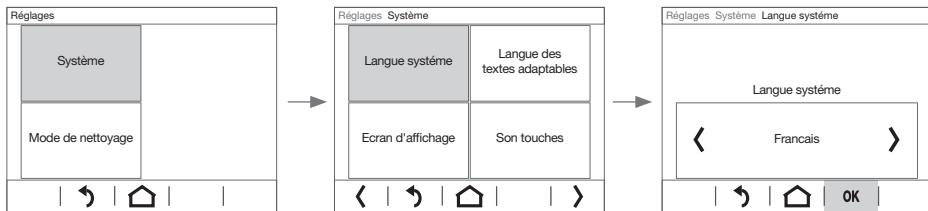

Figure 5 : Exemple de réglage de la langue du système
- Actionner la surface de commande **\*** dans la ligne d'affichage supérieure (8).
- L'affichage passe à une autre page sur laquelle une nouvelle sélection doit s'opérer, ou directement pour le réglage du paramètre (figure 5).
- Avec **-/+**, augmenter/diminuer la valeur du paramètre, avec **>/<**, faire défiler selon une valeur prédéfinie (figure 5) ou avec **ACTIVE** / **ARRETE**, activer/désactiver le paramètre (tableau 1).